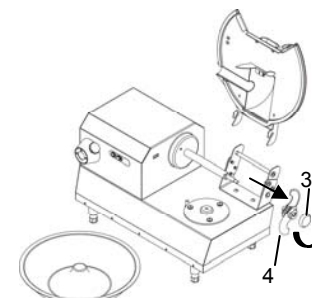

Рис. 6.3.6
- Отвинтить ручку блокировки втулки блока ножей "3" Рис. 6.3.6.
- Снять втулку блока ножей "4" Рис. 6.3.6.